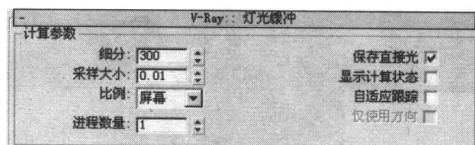

图1-15 设置“细分”参数
**16** 打开“V-Ray::灯光缓冲”卷展栏，在“细分”参数栏中键入300，如图1-15所示。